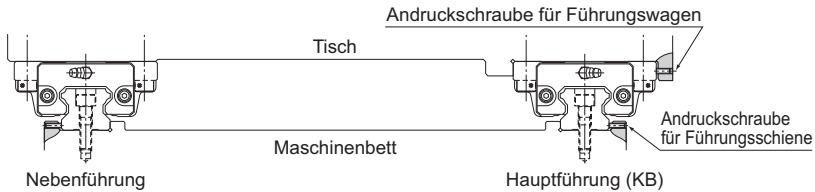

Abb. 5 Montagebeispiel für Anwendungen mit Vibrationen und Stößen
(1) Setzen sie den Tisch vorsichtig auf die Führungswagen, und ziehen Sie die Befestigungsschrauben nur leicht an.
(2) Drücken Sie die Führungswagen auf der Hauptführungsseite mit den Andruckschrauben gegen die Schulterkante des Tisches und positionieren Sie den Tisch (Siehe Abb. 5 auf **B1-91**).
(3) Ziehen Sie die Befestigungsschrauben auf der Hauptseite und der Nebenseite vollständig fest, um die Installation fertigzustellen.